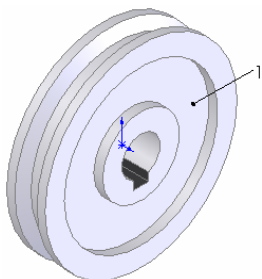

图 6-79 设置颜色后的图形
❸ 设置属性管理器。系统弹出如图 6-77 所示的“颜色”属性管理器，在“选择现有颜色或添加颜色”一栏中选择需要的颜色，然后单击属性管理器中的“确定”按钮图标。此时零件如图 6-79 所示。
❶ 选择修改面。右键单击如图 6-79 所示中的面 1，此时系统弹出如图 6-78 所示的快